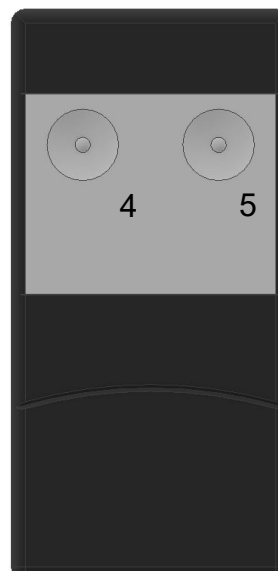

Abb. 12
3. Während Sie den Programmiertaster gedrückt halten betätigen Sie gleichzeitig die erste Taste am Handsender (Abb.12 Nr.4). Die LED (Abb.11 Nr.3) blinkt nach der Handsendererkennung nun schnell.
5. Für das einlesen des zweiten Kanal wiederholen Sie den Vorgang ab Schritt 2 unter Verwendung der zweiten Taste am Handsender (Abb.12 Nr.5).